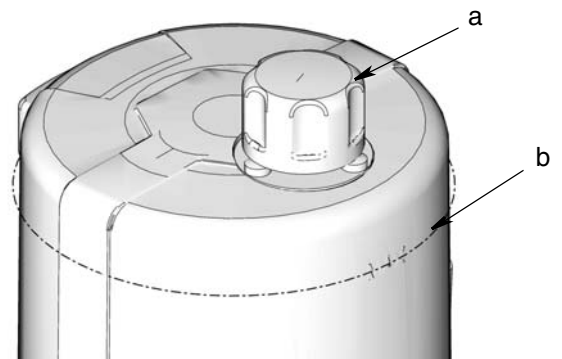

**ABB. 28:**
- a. Zur Druckentlastung zwischen Befüllpumpe (F) und Automatikbefüllung mit Absperrventil (B), ist das Kugelventil (bv) zu öffnen (ABB. 28). Der Druck wird entlastet und überschüssiges Material läuft aus dem Ablassrohr (L) in den Materialüberlaufbehälter (W) ab.